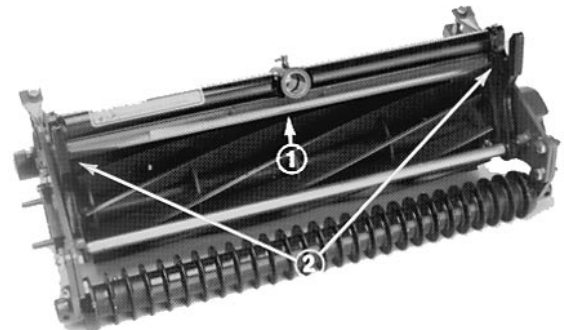

Bild 3
1. Die Mähspindel in die normale Mähstellung bringen (Bild 3).
- Die Sechskantschrauben und Muttern, mit denen das Ablenkblech an beiden Seitenplatten abgesichert ist, entfernen und das Blech auf die gewünschte Höhe bringen, dann die Befestigungsteile wieder festziehen (Bild 3).